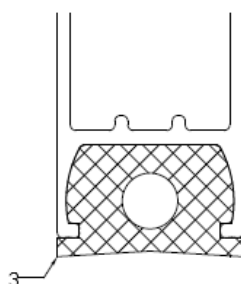
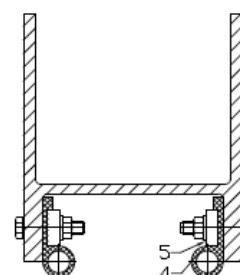

Figura 18
Figura 17
- Paso 4: Retirar la junta inferior y sustituirla por la junta nueva (ver Figura 18, pieza#3). Algunos logs incluyen juntas inferiores atornilladas (ver Figura 17, pieza#4) con una pieza de acero inoxidable (ver Figura 17, pieza#5)